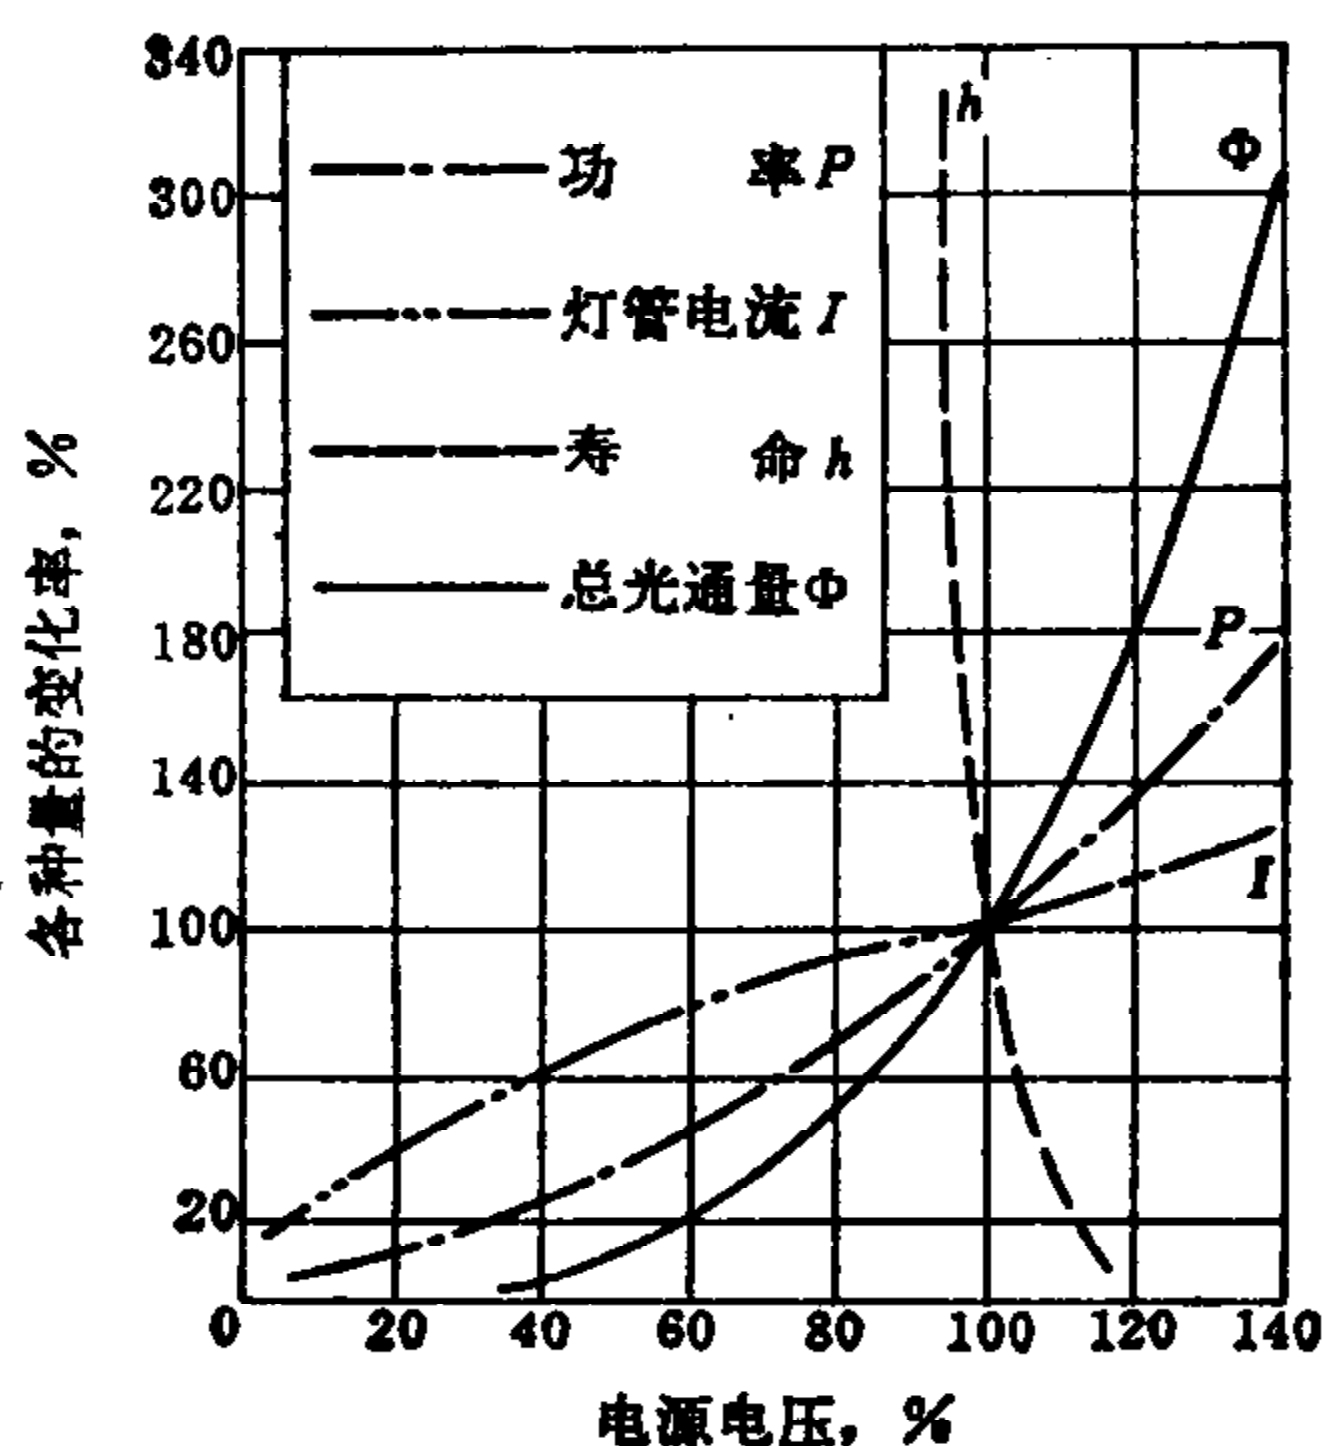

图 39·2-2 电源电压变化时对白炽灯光电参数的影响
(1) 电源电压的变化对灯泡的寿命和光效影响很大,如图 39·2-2 所示,当电压升高 5% 时,寿命将缩短 50%,故电源电压的偏移不宜大于  $\pm 2.5\%$ 。
(2) 钨丝的冷态电阻比热态电阻小得多,故此类灯瞬时启动电流很大(最高达额定电流 8 倍以上,但在第六个周波开始即衰减到额定值)。
(3) 管形卤钨灯工作时需水平安装,倾角不得大于  $\pm 4^\circ$ ,否则将严重影响灯的寿命。因为在倾斜点燃时,灯底部将积聚较多的卤素和卤化钨,使引线腐蚀损坏,而灯的上部由于缺少卤素,不能维持正常的卤钨循环,使玻璃壳很快发黑,灯丝很快烧断。